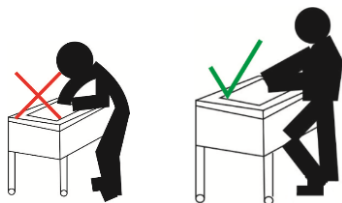

Abb. 10
- Bringen Sie sich niemals in eine Position, in der Ihr Gesicht Verbrennungen durch heiße Wasserdämpfe aus dem Tank ausgesetzt ist. Nehmen Sie beim Einsetzen und Entnehmen von Behältern aus dem Tank die richtige Haltung ein (Abb. 10).